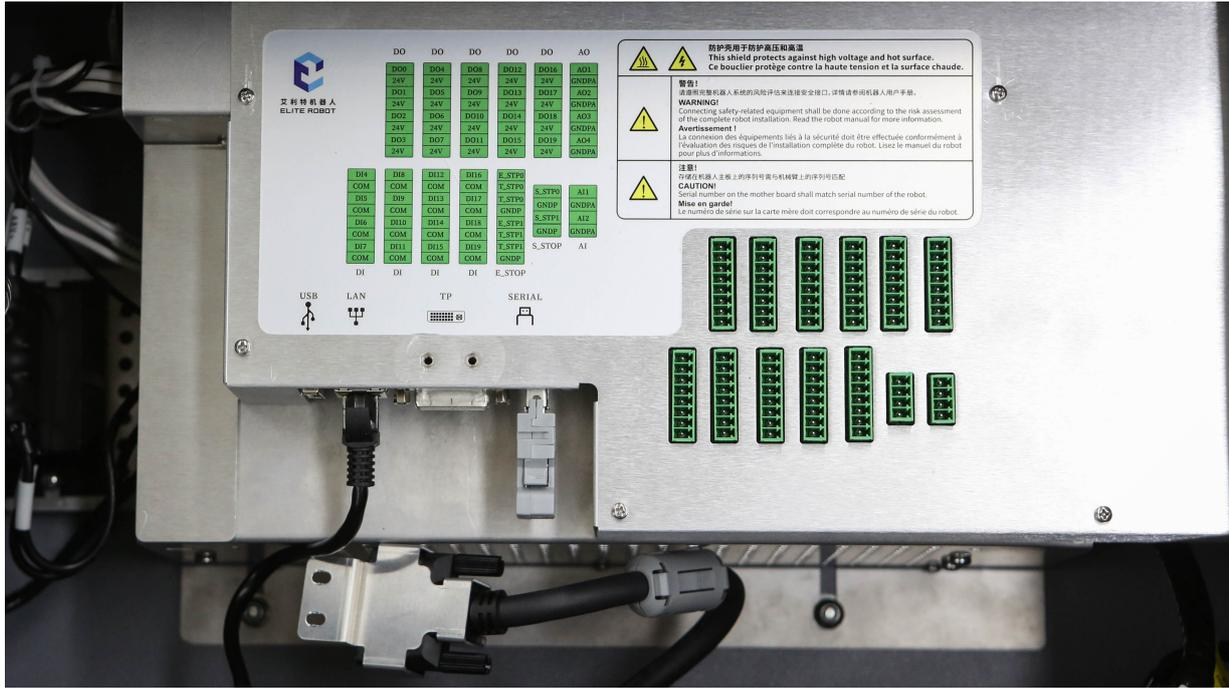

图 5-5：拆解控制柜
2. 打开控制柜盖子，拔掉 IO 板上的所有端子，用螺丝刀拆下示教器插头固定钣金，轻旋示教器插头两端固定螺丝，将示教器插头拔出，如图 5-5 所示。